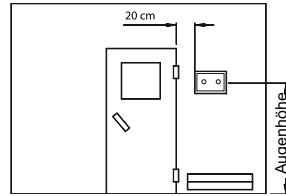
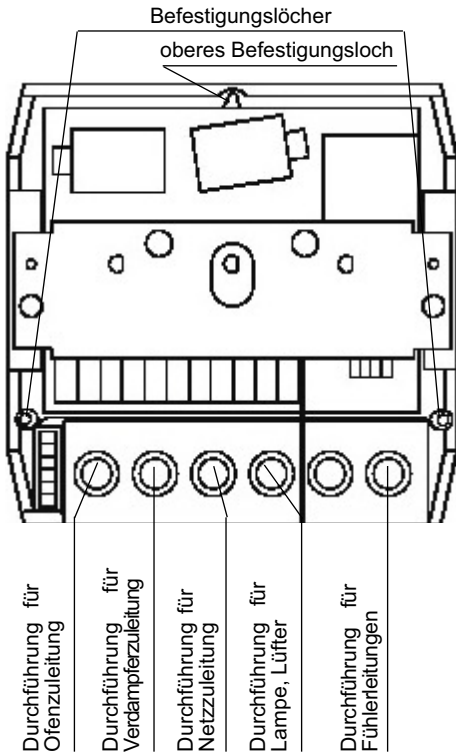

Abb. 3
Abb. 4
1. Nehmen Sie die Abdeckung des Steuergerätes ab. Dazu lösen Sie die Befestigungsschrauben unter der Bedienungsskala. Vergrößern Sie die Löcher für die Durchführungen der Kabel (Abb. 4) mit Hilfe eines geeigneten scharfen Messers. Die Bohrungen \varnothing 3 mm für die mitgelieferten Holzschrauben 4 x 20 mm werden entsprechend den in Abb. 3 + 3.1 angegebenen Maßen angebracht.
sehen Durchführungen und schrauben Sie das Gehäuseunterteil in den beiden unteren Bohrungen fest an die Kabinenwand. Abb. 4